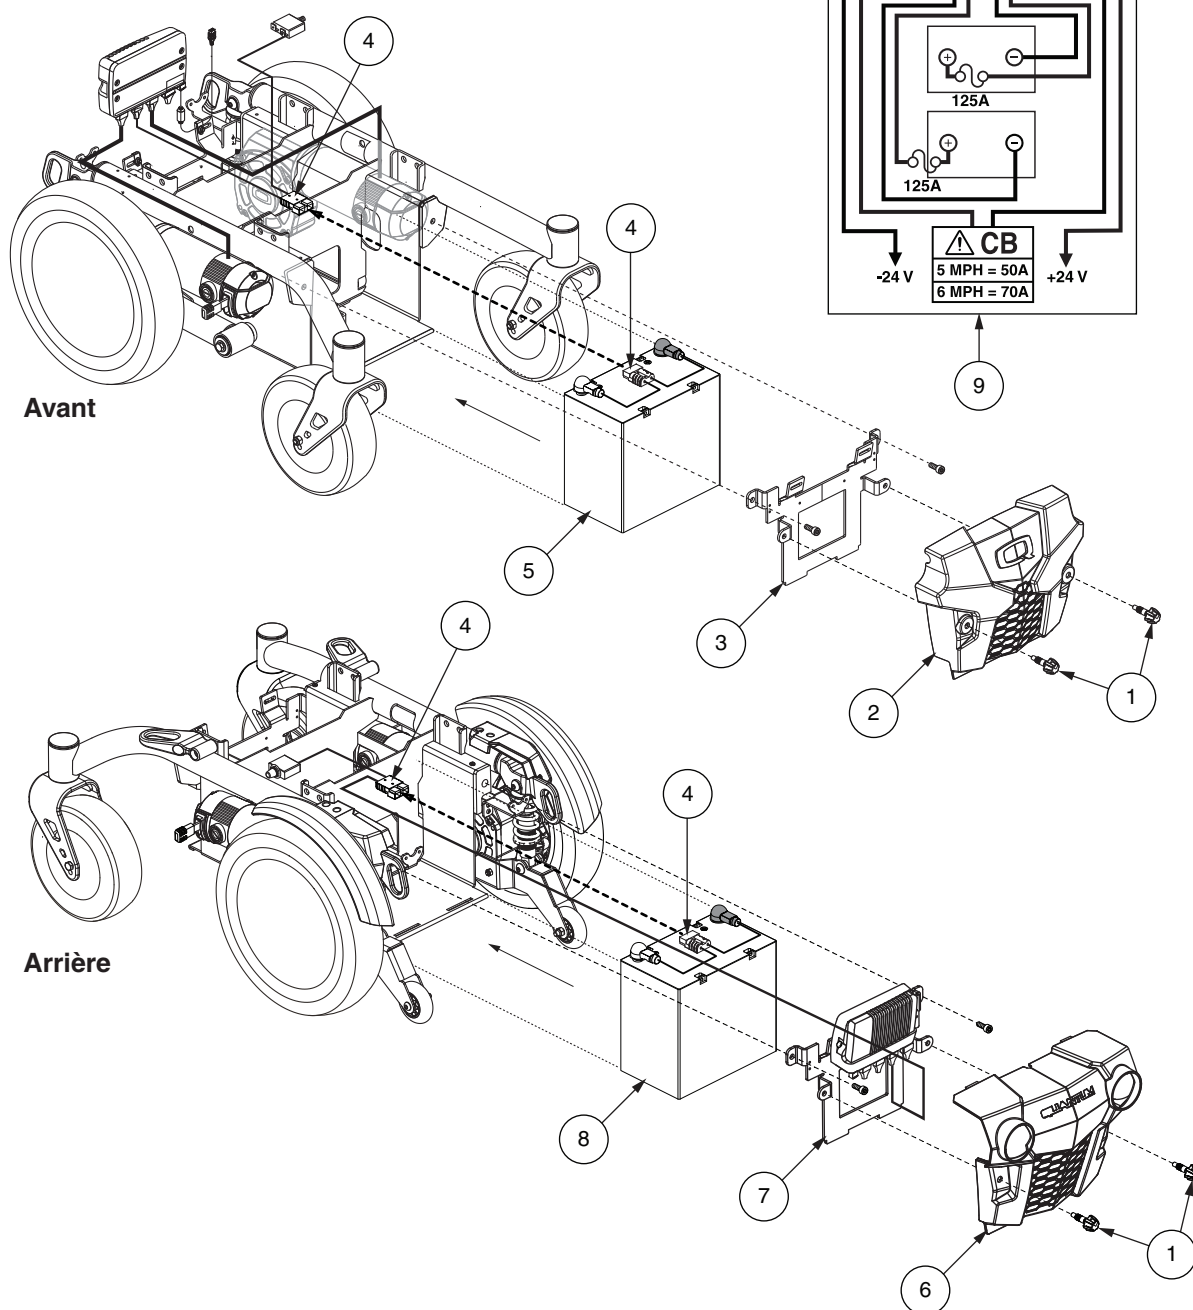

Figure 18. Installation des batteries
3. Retirez les capots avant et arrière en desserrant les vis papillons. **Voir la figure 18.**
8. Branchez le faisceau de la batterie à la nouvelle batterie avant selon le schéma de câblage de la batterie. **Voir la figure 18.**
9. Branchez le faisceau de la batterie à la nouvelle batterie arrière selon le schéma de câblage de la batterie. **Voir la figure 18.**